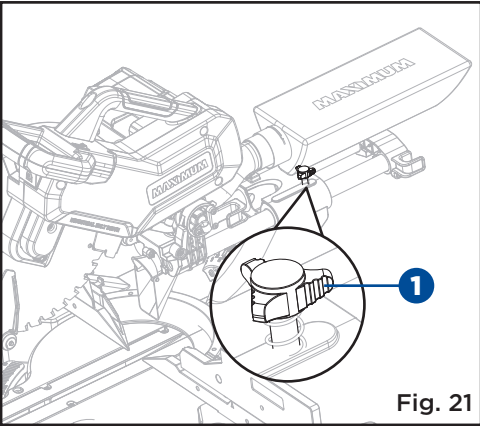

Fig. 21
**FAIRE COULISSER LA TÊTE DE COUPE (Fig. 21)**
- Pour la coupe de petites pièces à travailler, faites coulisser la tête de scie complètement vers l'arrière de l'outil, puis serrez la molette de verrouillage des barres coulissantes (1).